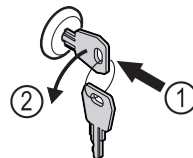

Fig. 174
- ▶ Schlüssel hineindrücken. Fig. 174 (1)
- ▶ Schlüssel um 90° gegen den Uhrzeigersinn drehen. Fig. 174 (2)